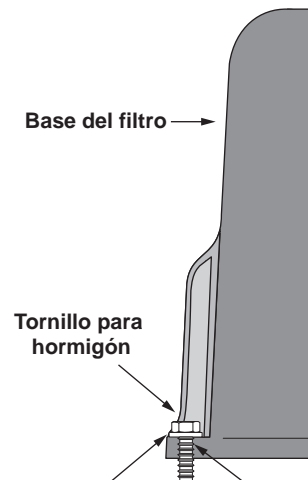

Figura 4. Instalación de los tornillos de anclaje
1. Después de colocar el filtro, perforo un orificio en cada uno de los tres (3) orificios de la base del filtro. (Debe obtenerse una broca para hormigón del tamaño correcto cuando se adquieren los tornillos para hormigón). Los tornillos para hormigón deben satisfacer todos y cada uno de los requisitos de los códigos de construcción aplicables.
2. Instale los tornillos y las arandelas para fijar el filtro en la base del equipo. Consulte la **Figura 4**. No apriete los tornillos en exceso.